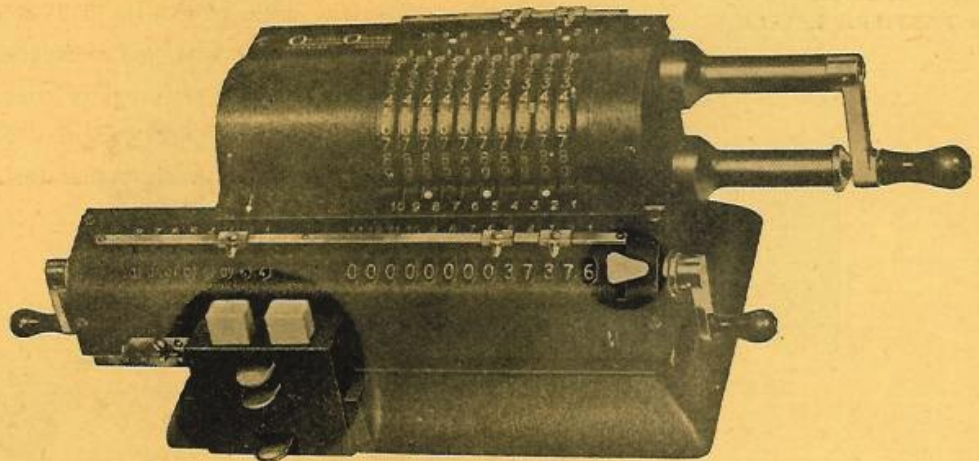

Fig. 211 - CALCOLATRICE ORIGINAL-ODHNER
**Modello 127** (vedi fig. 211): è il tipo standard e presenta le seguenti caratteristiche: